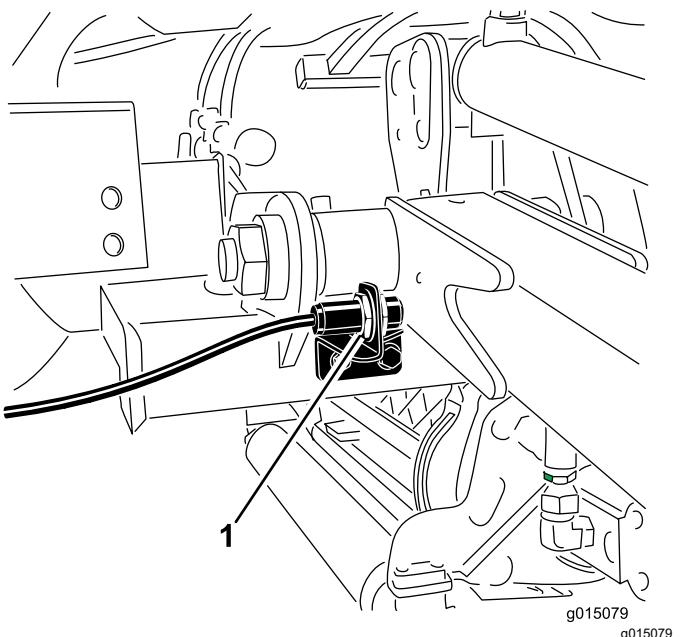

Bild 41
- Der Hubarmschalter befindet sich hinter dem rechten vorderen Hubarm (Bild 41).
- Lösen Sie die Befestigungsschrauben des Schalters (Bild 41) und schieben den Schalter nach oben, um die Wendehöhe des Hubarms zu erhöhen, oder schieben Sie den Schalter nach unten, um die Wendehöhe des Hubarms zu verringern.